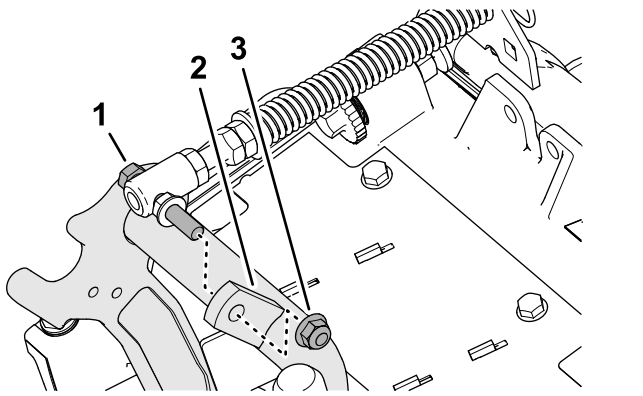

Bild 18
- Entfernen Sie die Sicherungsbundmutter ($\frac{3}{8}$ "), mit der die Kopfschraube der Rasenkompensierungsfeder an der rechten Lasche des Trägerrahmens befestigt ist, und nehmen Sie die Kompensationsfeder vom Mähwerk ab (Bild 18).